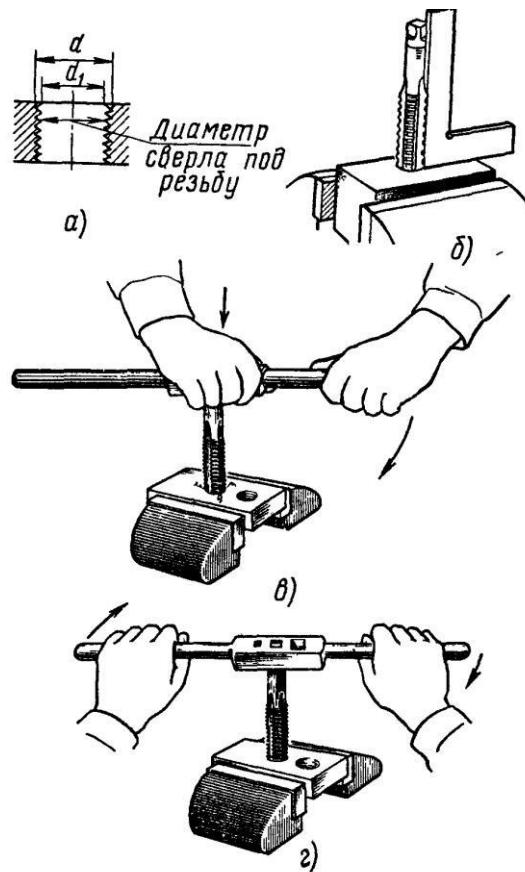

Рис. 84. Нарезание резьбы в сквозных отверстиях:
1. Изучить чертеж. Определить систему резьбы, диаметр и шаг (рис. 84, а).
13. Левой рукой нажимать на вороток вдоль оси, правой рукой поворачивать его вправо (при правой резьбе), пока метчик не врежется на 1 - 2 витка в отверстие (рис. 84, в) и не займет устойчивое положение.
14. Взять вороток за рукоятки двумя руками и вращать по направлению резьбы с перехватом рук через каждые полуоборота (рис. 84,г), делать 1- 2 оборота в обратную сторону, что способствует обламыванию и выпаданию стружки из отверстия и тем предупреждает заедание инструмента. Не следует при нарезании резьбы прилагать большие усилия (особенно для резьбы с мелким шагом). Это приводит к выкрашиванию зубьев или к поломке метчика. Если инструмент идет туго (просверлено малое отверстие, канавки забиты стружкой), нужно вывернуть метчик, выяснить причину и устраниить ее.